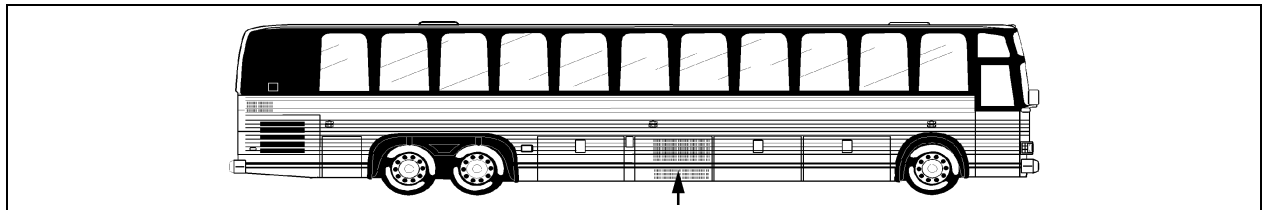

Figure 1 : Emplacement type du compartiment condenseur.
1. Ouvrir la porte du compartiment condenseur (figure 1).